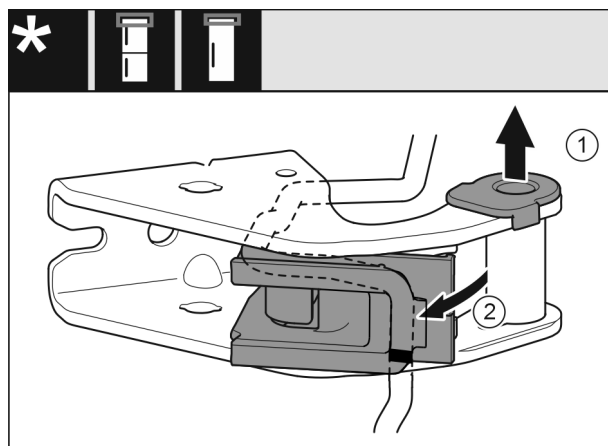

Fig. 26
► Træk legebøsningen ud af føringen. Fig. 26 (1)
► Sving kabelholderen ud. Fig. 26 (2)